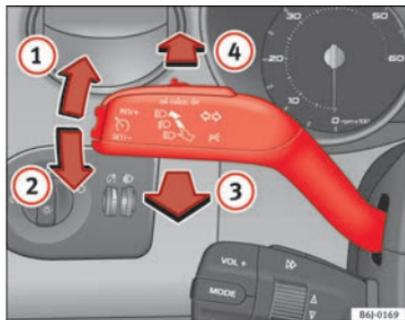

Fig. 59 Levier des clignotants et des feux de route
- Levez le levier jusqu'en butée ⇒ fig. 59 ① pour actionner les clignotants **droits** ou abaissez-le jusqu'en butée ② pour actionner les clignotants **gauches**.
- Déplacez le levier vers l'avant ⇒ fig. 59 ④ pour allumer les feux de route.